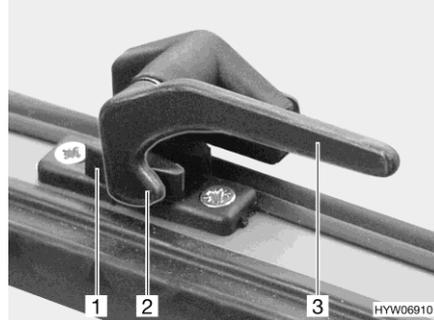

Fig. 43 Palanca de bloqueo en la posición "cerrada"
- Girar la palanca de bloqueo (Fig. 43,3) un cuarto de vuelta hacia la mitad de la ventana.
- Girar la palanca de bloqueo (Fig. 43,3) un cuarto de vuelta hacia el marco de la ventana. El saliente de bloqueo (Fig. 43,2) se encuentra en la cara interior del bloqueo de la ventana (Fig. 43,1).
- En la posición "cerrada fijamente" (Fig. 43)